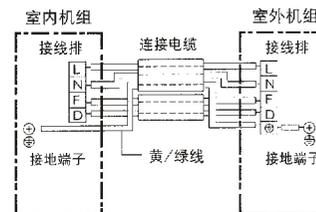

图14 室内外电气连接图
- (1) 用附件④及⑫连接电缆按接线图示要求正确地连接室内外机组, 绝对不可连接错误(如图14)。
- (2) 连接电缆必须用室内外机组上的附属电线压板压紧。
- 接地线必须根据图14所示用连接电缆中黄/绿色导线接至带有“”标记的接线端子上。